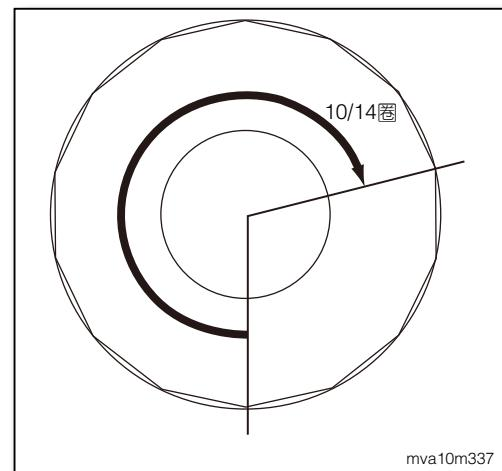

图8
4. 用手将机油滤芯旋到与安装面接触，再转10/14圈锁紧或锁紧至规范值(如图8)。